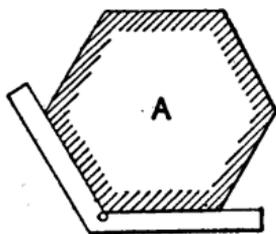

Fig. 195.
**EQUERRE A SIX PANS.** — L'équerre dite à six pans ou de  $120^\circ$  (fig. 195) sert à ajuster les pièces à six pans (hexagones); elle doit être ajustée avec soin sur un hexagone type A et par les mêmes principes que l'équerre simple.